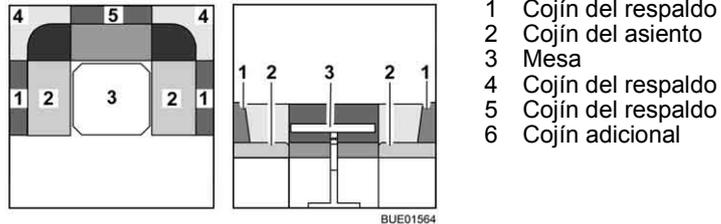

Fig. 104 Antes de la transformación
- Transformar la mesa (Fig. 104,3) en base de cama (véase apartado 6.12).
- Quitar todos los cojines del respaldo (Fig. 104,1, 4 y 5) y ponerlos a un lado.